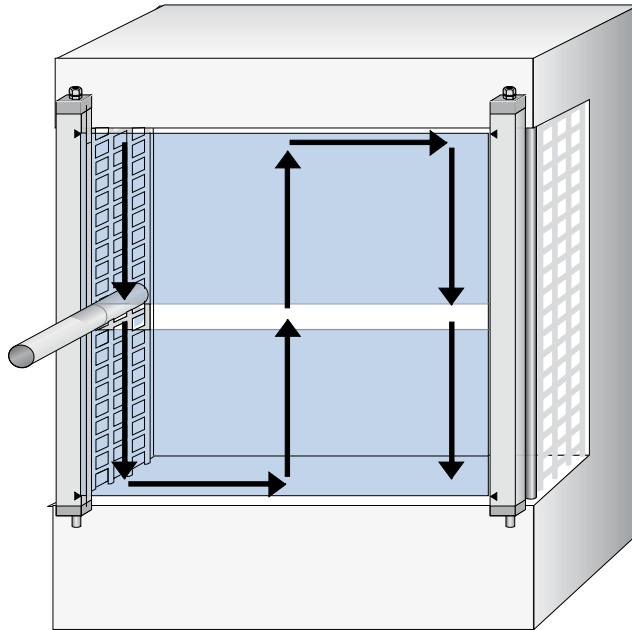

Abbildung 29: Tägliche Prüfung der Schutzeinrichtung: Schritt 1
- ▶ Führen Sie den Prüfstab langsam durch das zu prüfende Schutzfeld wie durch die Pfeile in Abb. 29 gezeigt.